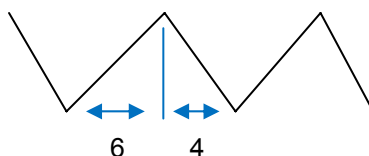

图 4-7 三角波
- **Triangle** (三角波): 设置 **Position** (基准值)、**Amplitude** (振幅值)、**Period** (周期时间)、**Phase** (初始相位)、**Ratio** (比例), 产生基准值~基准值加振幅值之间范围的三角波, 且上升段时间与周期时间比例值为 **Ratio** 值设置。如图 4-7 为 **Ratio** 值设为 0.6 的波形。